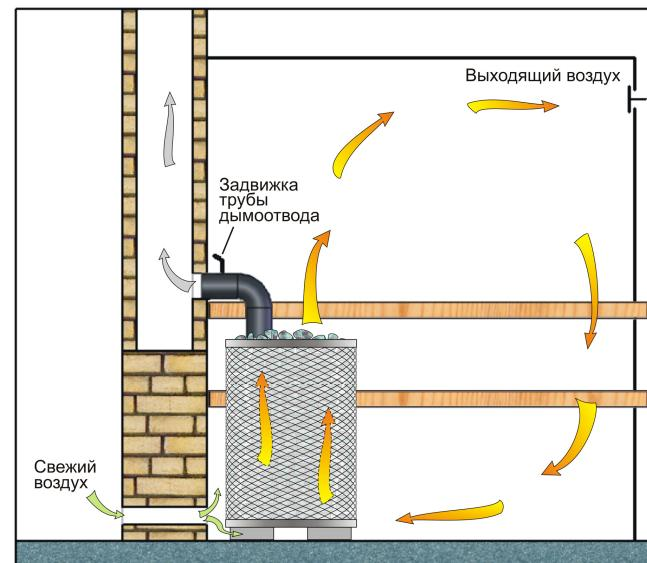

Рис. 4
Устанавливая печь в место эксплуатации, должна быть предусмотрена возможность замены печи, без разрушения стены бани, т.е. расстояние от задней стенки печи должно быть не менее 50 мм, а тоннель загрузки топлива должно свободно проходить через отверстие в стене (см. рис. 4).
- перед топкой печи должна быть негорючая основа 500 x 800 мм (см. рис. 4 и рис. 8);